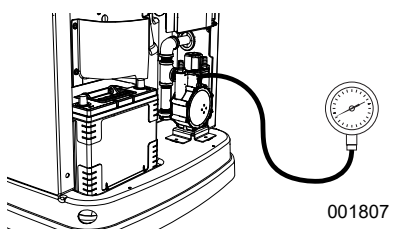

Figura 5-4. Verificação de pressão usando manômetro
2. Consulte Figura 5-4. Remova a porta de teste de pressão do combustível superior do regulador de combustível e instale o testador de pressão do combustível (manômetro).